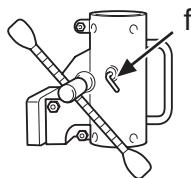

Fig. 7
5. Bloccare l'alloggiamento alimentatore alla colonna di foratura con la manopola di bloccaggio sul lato (f) (fig. 7) dell'alloggiamento alimentatore.
5. Den Bohrwagen an der Bohrsäule mit dem Verriegelungsknopf (f) auf der Seite des Gehäuses sichern (Abb. 7).
5. Attacher le carter d'alimentation sur le pilier de forage à l'aide de la poignée de verrouillage sur le côté (f) (Fig. 7) du carter d'alimentation.
5. Zeker het toevorhuis op de boorkolom met de borgknop aan de zijkant (f) (Fig. 7) van het toevorhuis.